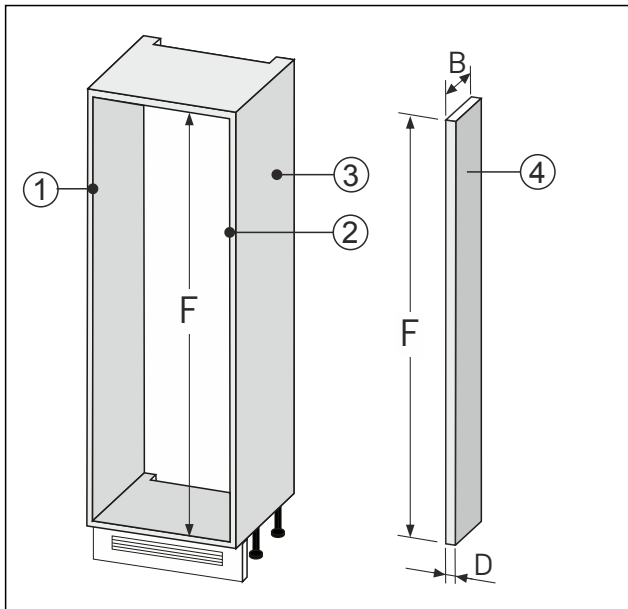

Fig. 87
- Wandausgleich Fig. 87 (4) nach oben genannten Maßen anfertigen.